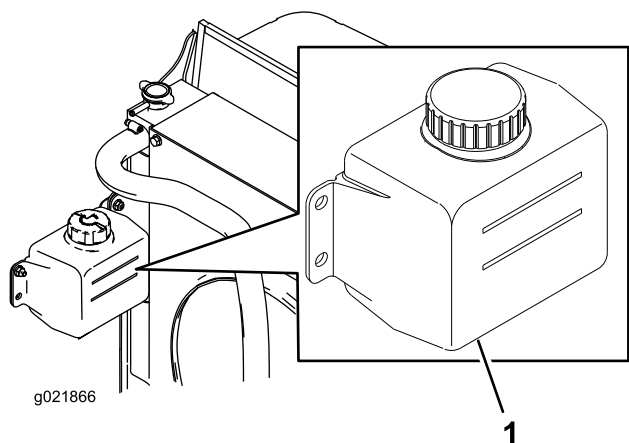

Figure 81
1. Vérifiez le niveau du liquide de refroidissement dans le vase d'expansion (Figure 81).